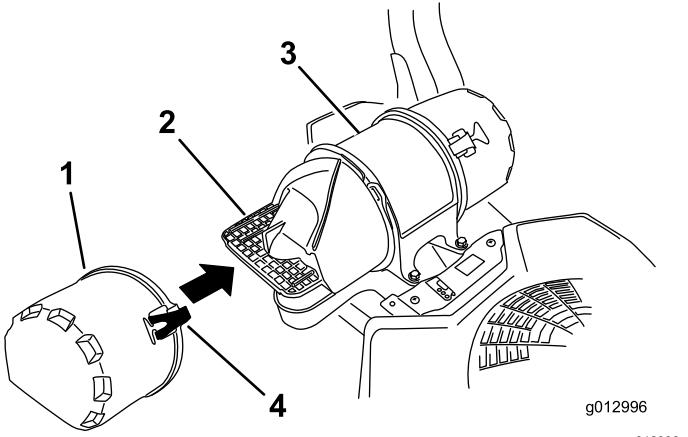

Figura 58
3. Abra los cierres del limpiador de aire y tire de la tapa de la entrada de aire para separarla del cuerpo del limpiador de aire (Figura 58).
5. Instale la tapa de la entrada de aire y sujetela con los enganches (Figura 58).